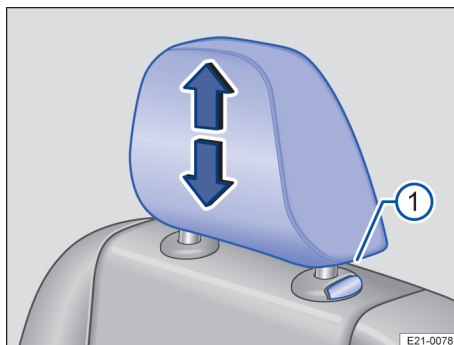
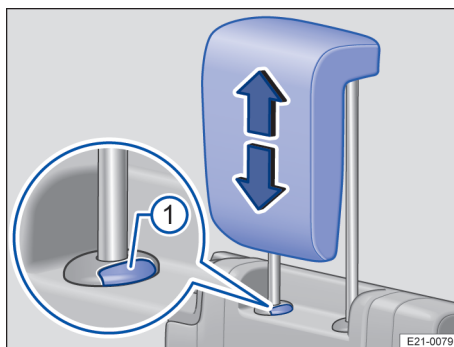

Fig. 78 Al doilea rând de scaune: demontarea tetierei.
Fig. 79 Al treilea rând de scaune: demontarea tetierei.
- Scoateți complet tetiera, menținând apăsat butonul → fig. 78 ① respectiv → fig. 79 ①.